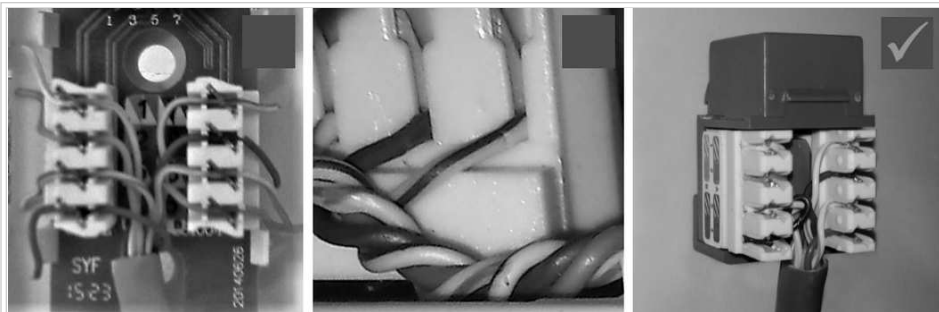

Fig. 5 - Crimpeado de jacks
- No trenzar pares distintos entre sí (Fig. 5 centro).
- Todos los conductores deberán quedar correctamente insertados en los contactos del jack, con un corte preciso (Fig. 5 Der.), no pudiendo en ningún caso quedar sobrantes que asomen del cuerpo del jack (Fig. 5 Izq.).